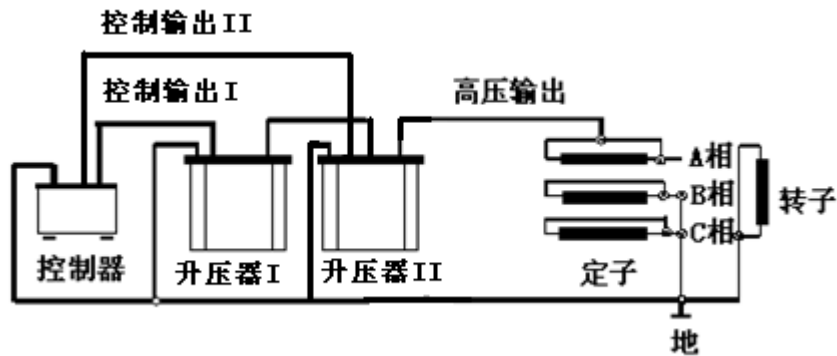

图 10 测量定子的某相连线图
2、连线方法：试验时应分相进行，被试相加压，非被试相短接接地。如图 10 所示